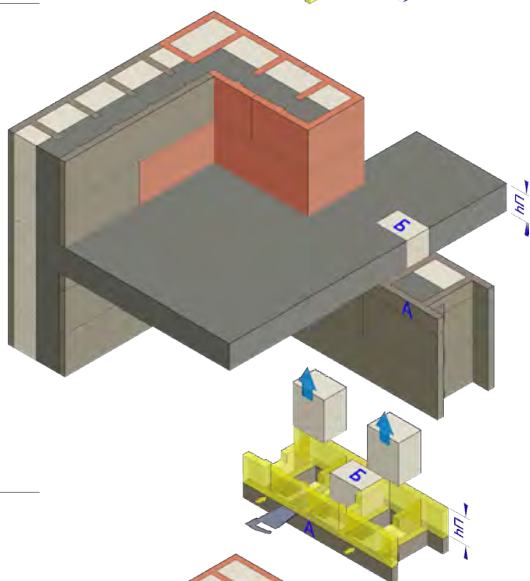

Рис. 11.2
11.2 При формировании монолитного балкона/консоли проходящей через внешние стены, рекомендуется произвести перфорацию плиты утеплителем для сокращения теплового мостика холода. (рис. 11.2)